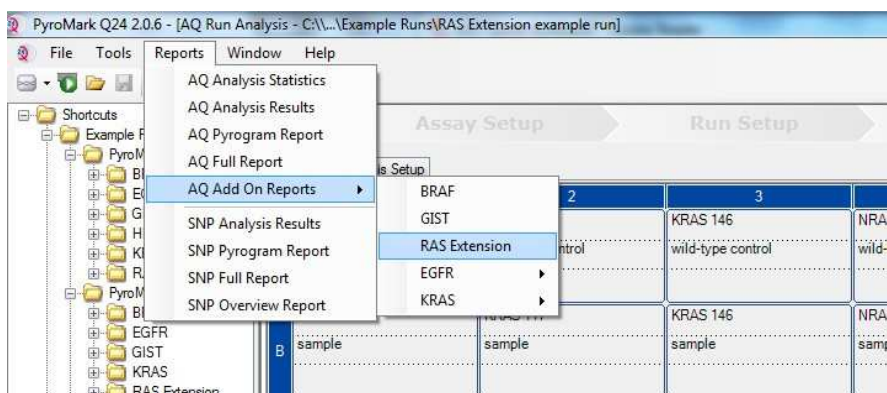

Bild 6. Menyn för plugin-rapporten RAS Extension.
4. Om du vill använda RAS Extension Plug-In Report för att generera en plugin-rapport väljer du "AQ Add On Reports/RAS Extension" (AQ-tilläggsrapporter/RAS Extension) i menyn "Reports" (Rapporter) (se Bild 6).